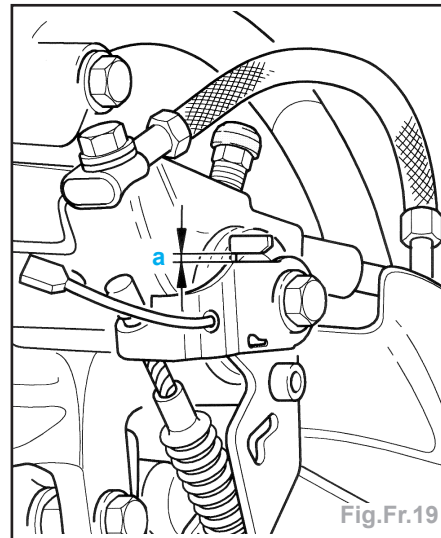

Fig.Fr.19
- Contrôler l'écart «**a**» avec une jauge d'épaisseur entre le levier et la butée sur les étriers G et D (Fig.Fr.19).